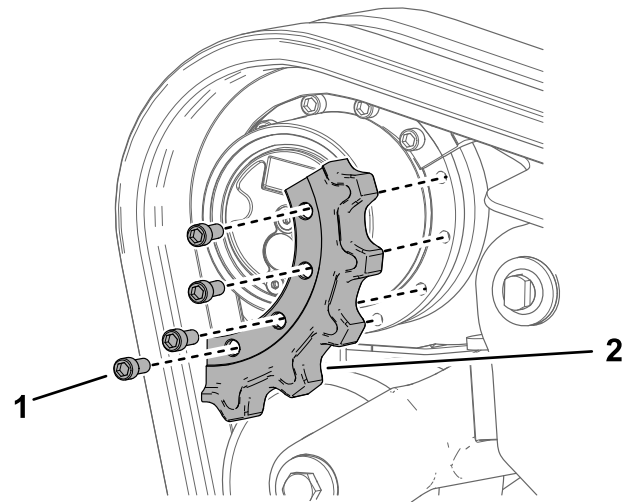

Figura 75
1. Tornillo (4)
12. Retire el segmento del piñón (Figura 75).
7. Aplique fijador de roscas a los pernos de uno de los segmentos del piñón de arrastre que retiró e instale el segmento del piñón (Figura 75). Apriete los pernos a 247–301 N·m (182–222 pies-libra).